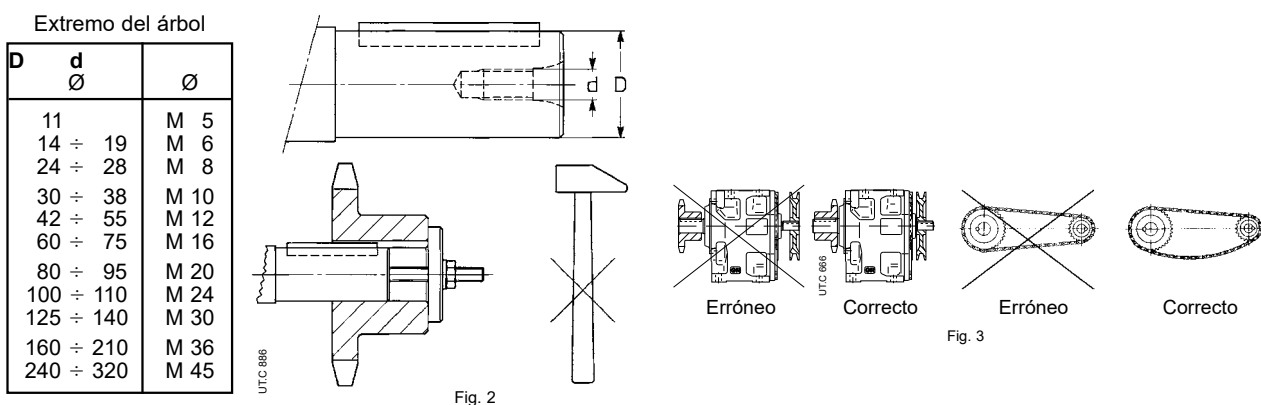

Fig. 2
**Atención!** El montaje y el desmontaje se efectúan con la ayuda de **tirantes** y **extractores** sirviéndose del taladro roscado en cabeza del extremo del árbol (ver tabla en Fig. 2), evitando choques y golpes que podrían **dañar irremediablemente los rodamientos, anillos elásticos** u otras partes; para los acoplamientos H7/m6 y K7/j6 es aconsejable efectuar el montaje en caliente, calentando el órgano a ensamblar a  $80 \div 100$  °C.